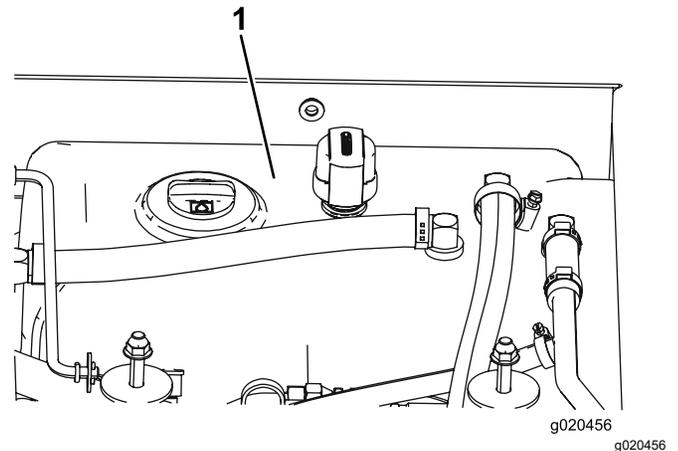

Figura 79
4. Riempite il serbatoio (Figura 79) di fluido idraulico; fate riferimento a Specifiche del fluido idraulico (pagina 68).